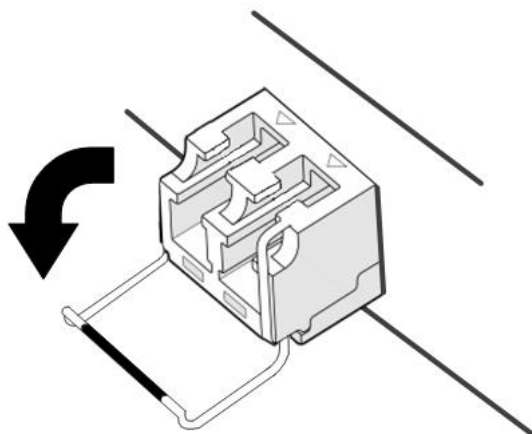

Рисунок 63 – Разблокирование удерживающей защелки
1) разблокируйте удерживающую защелку, откинув рукоятку трансивера (рисунок 63);